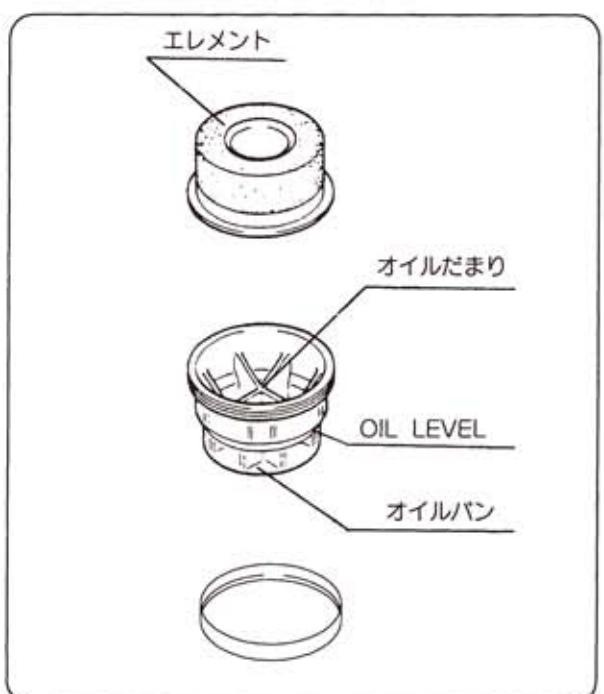

図40
② オイルが不足しているときは、オイルレベルまで補充してください。汚れがひどいときはオイルパン・エレメント共、白灯油で洗浄しエレメントはエンジンオイルに浸し滴下しない程度に振り切ってください。（図40）
③ オイルパンはよく洗浄し、新しいエンジンオイル（SC級以上）をレベルまで入れてください。（図40）